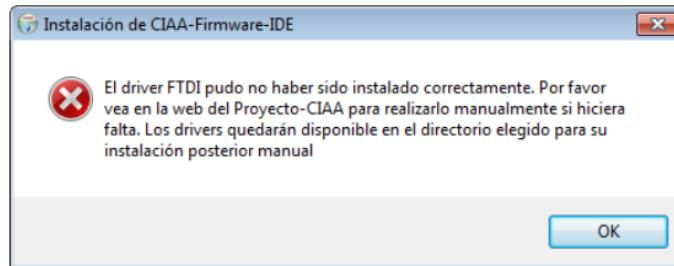

Figura 16: Instalador de drivers FTDI parte 5
- Una de las posibles fallas que pueden surgir a través de este proceso, se presenta al producirse una falla en la comunicación a través del puerto virtual FTDI, que impide la correcta comunicación entre la placa y el entorno IDE. Su corrección debe efectuarse manualmente, fuera del instalador, y es posible la aparición de una ventana de error emergente como la que se muestra en la Figura 16.